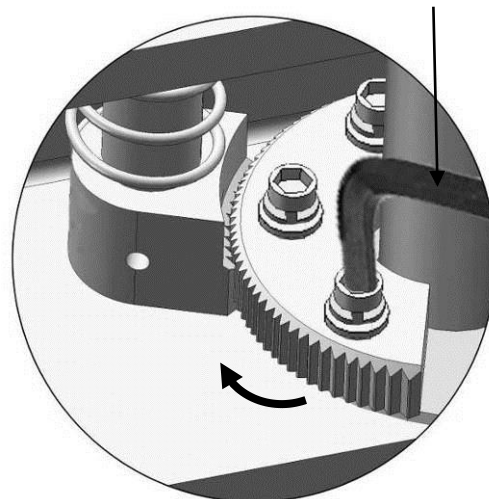

Рис. 38
4. Прижмите шестеренку к фиксатору и затяните болт (См. рис.38).